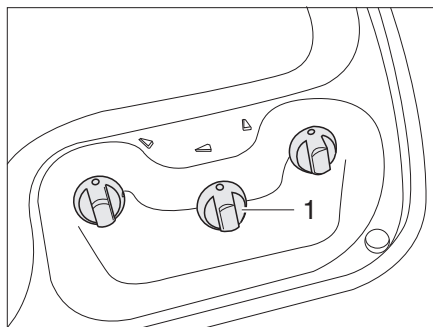
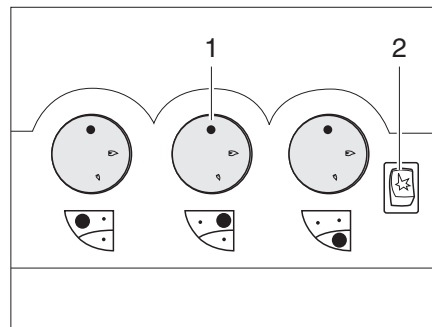

Fig. 189 Boutons de commande pour le réchaud à gaz
Fig. 190 Alternative : Boutons de commande pour le réchaud à gaz
- Tourner le bouton tournant (Fig. 189,1 ou Fig. 190,1) du brûleur désiré en position d'allumage (grande flamme).
- Si une touche d'allumage (Fig. 190,2) est présente: Générer une étincelle en appuyant sur la touche d'allumage.